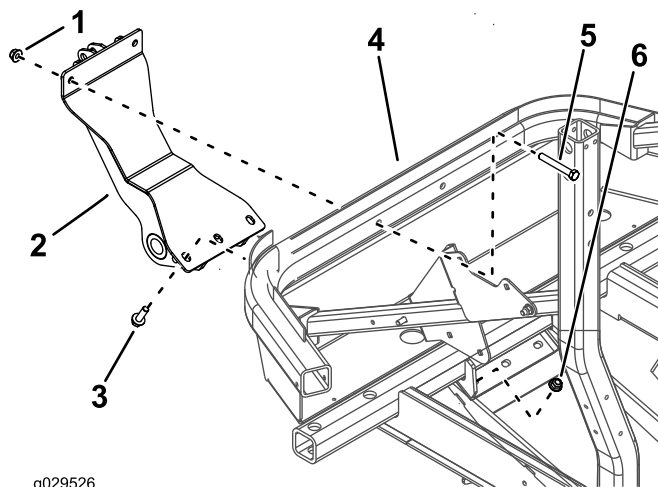

図 2
**注** シリンダサポートライトアセンブリを 図 2 のように取り付ける。